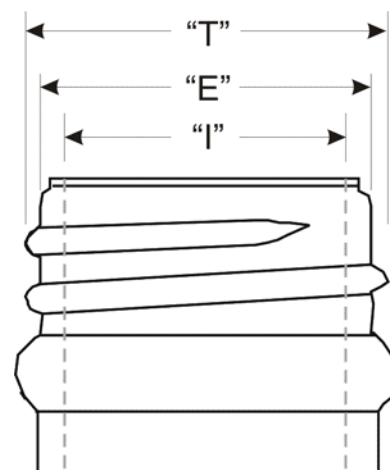

Figura 3: Dimensiones de
Flex T es capaz de inspeccionar "I" mín. y máx. solamente (ver Figura 3). No es capaz de realizar la medición del tapón en dos pasos que se requiere a menudo para las botellas de descorche. La medición del tapón en dos pasos solo se puede realizar con la opción de medición de tapón/anillo mecánico.
- Para la inspección del anillo, la adquisición de imágenes se realiza con luz trasera difusa (la misma fuente de luz que se usa para la inspección del ángulo de inclinación) y una cámara de alta resolución para medir las dimensiones "E" y "T" (consulte la Figura 3) del acabado del recipiente mientras gira en la estación.